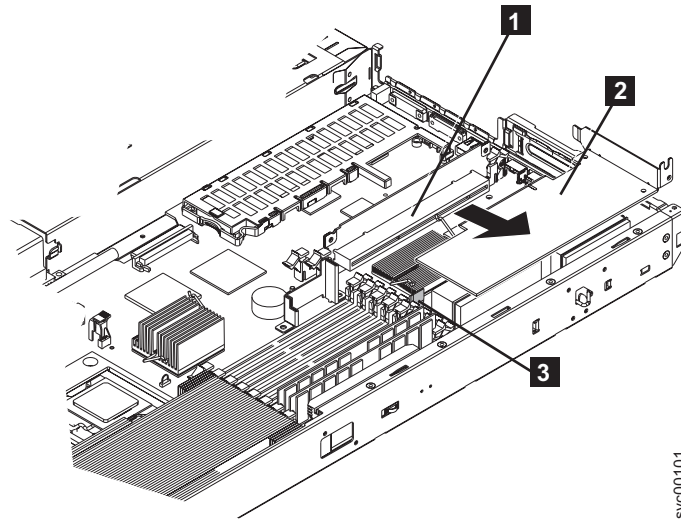

図 181. SAN ボリューム・コントローラー 2145-8F2 ライザー・カードおよびロー・プロファイル・アダプター
- b. 図 181に示すように、カードの青色のアダプター・サポートを押さえ、ライザー・カード・アセンブリーの、エッジ・コネクタから引き出します。